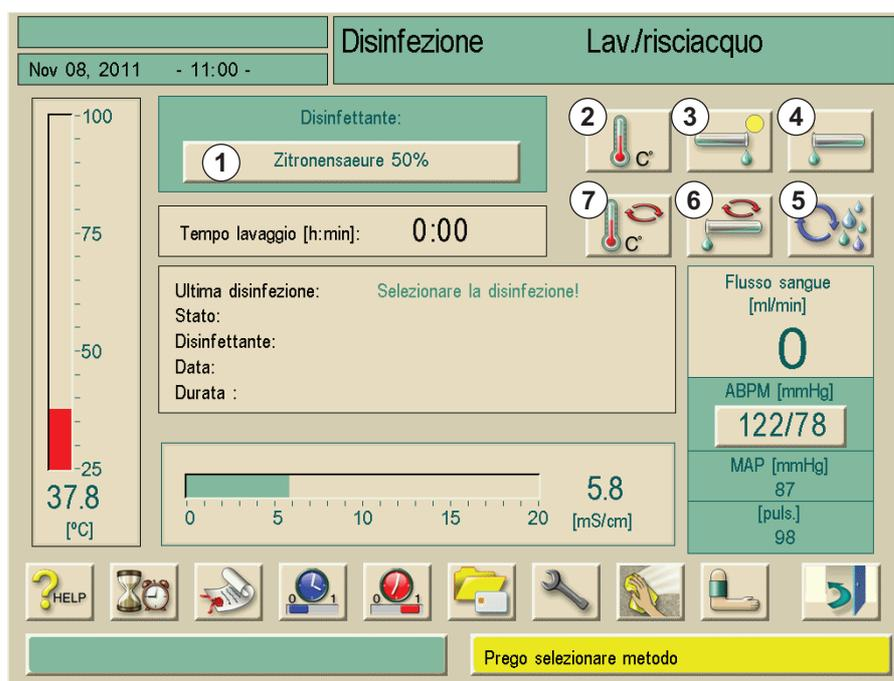

Fig. 12-1 Selezione del programma di disinfezione
1. Toccare l'icona nella modalità Disinfezione (vedere Fig. 12-1 Selezione del programma di disinfezione (233))